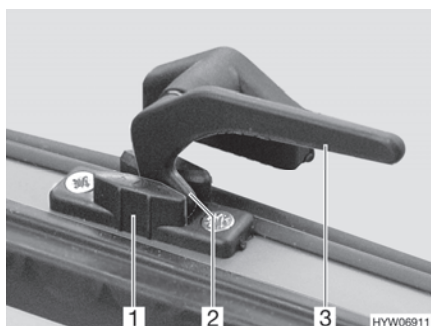

Bild 70 Låsarm i läget "kontinuerlig vädning"
- I läget "kontinuerlig vädring" (Bild 70)
- Sväng låsarmen (Bild 70,3) ett kvarts varv mot fönstrets mitt.
- Vrid tillbaka alla låsarmar. Därvid måste låsspaken (Bild 70,2) föras in i spåret på fönsterlåset (Bild 70,1).